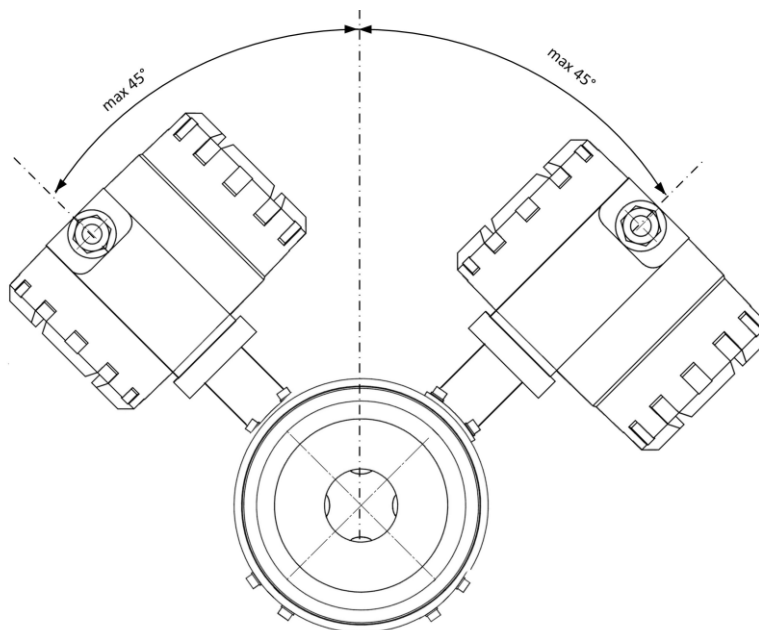

Рис.5 - Расположение ВП расходомера при монтаже
3.3.2 При монтаже в горизонтальный или наклонный трубопровод рекомендуется располагать расходомер вторичным преобразователем кверху (рис.5). Угол отклонения оси стойки ВП от вертикальной плоскости, проходящей через ось трубопровода, не должен превышать 45°.